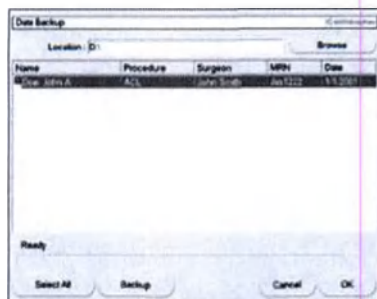

Рисунок 33. Экран Data Backup (Резервное копирование данных)
1. Нажмите кнопку **Backup** (Резервное копирование) на экране Data Maintenance (Обслуживание данных), чтобы открыть экран Data Backup (Резервное копирование данных) (рис. 33).